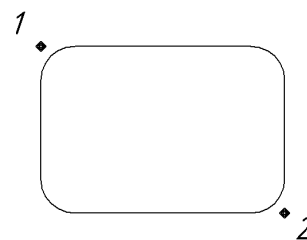

Рис. 2.13
**Ваш ответ:** Ввести цифру **5** и нажать **Enter**. Затем мышью указать точки 1 и 2 прямоугольника (рис. 2.13).